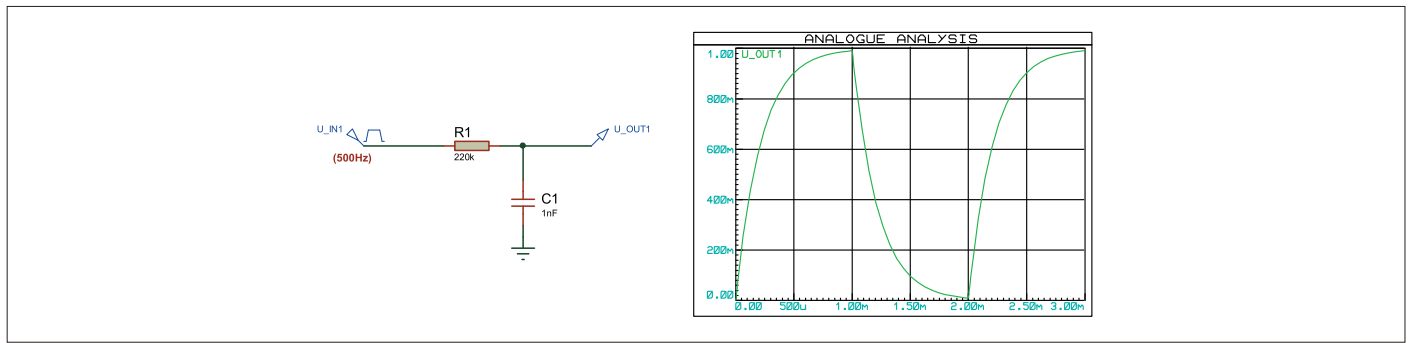

Figure 1. Un filtre passe-bas RC, simulé avec ici une onde carrée en entrée.
Comme toujours, j'évite ici les concepts théoriques compliqués, nous préférons tous les exemples concrets. Commençons par le filtre le plus simple : le filtre RC d'ordre 1, composé d'une résistance série et d'un condensateur vers la masse. Tout changement rapide du signal d'entrée est ralenti par le temps de charge et de décharge du condensateur à travers la résistance. En freinant les variations rapides du signal, ce filtre atténue donc les fréquences élevées : c'est un filtre passe-bas. Jetez un œil à la simulation de ce circuit avec un signal carré de 500 Hz appliqué sur son entrée (**fig. 1**). La sortie est un signal vaguement carré, mais avec des montées et descentes amorties, caractéristiques d'un tel filtre RC. J'ai effectué les simulations pour cet article avec le logiciel Proteus VSM (*Labcenter*), mais vous les reproduirez facilement avec n'importe quel logiciel compatible Spice, comme l'excellent et gratuit LT-Spice (*Analog Devices*). Analysons maintenant ce circuit, en supposant p. ex. qu'à un moment donné la tension d'entrée est supérieure à la tension du condensateur. Un courant  $I$  traversera la résistance et chargera
Pas de panique avec les formules, celle-ci sera la dernière... de ce paragraphe. Vous retiendrez que c'est une équation différentielle. Vous pourriez même vous amuser à la résoudre pour obtenir une formule donnant la tension de sortie en fonction du temps, et ce sera de beaux tronçons d'exponentielles (fig. 1). Notez que la fréquence de coupure sera proportionnelle à  $1/RC$ .
d'un filtre à capacités commutées. Comparez donc ce schéma à celui du filtre RC (fig. 1), vous verrez que la résistance série a été remplacée par un condensateur relié à la masse et deux interrupteurs. Regardez la simulation associée, la forme d'onde filtrée ressemble beaucoup à celle du filtre RC, non ? Pour comprendre comment ça marche, revenons un peu à l'équation (3) :